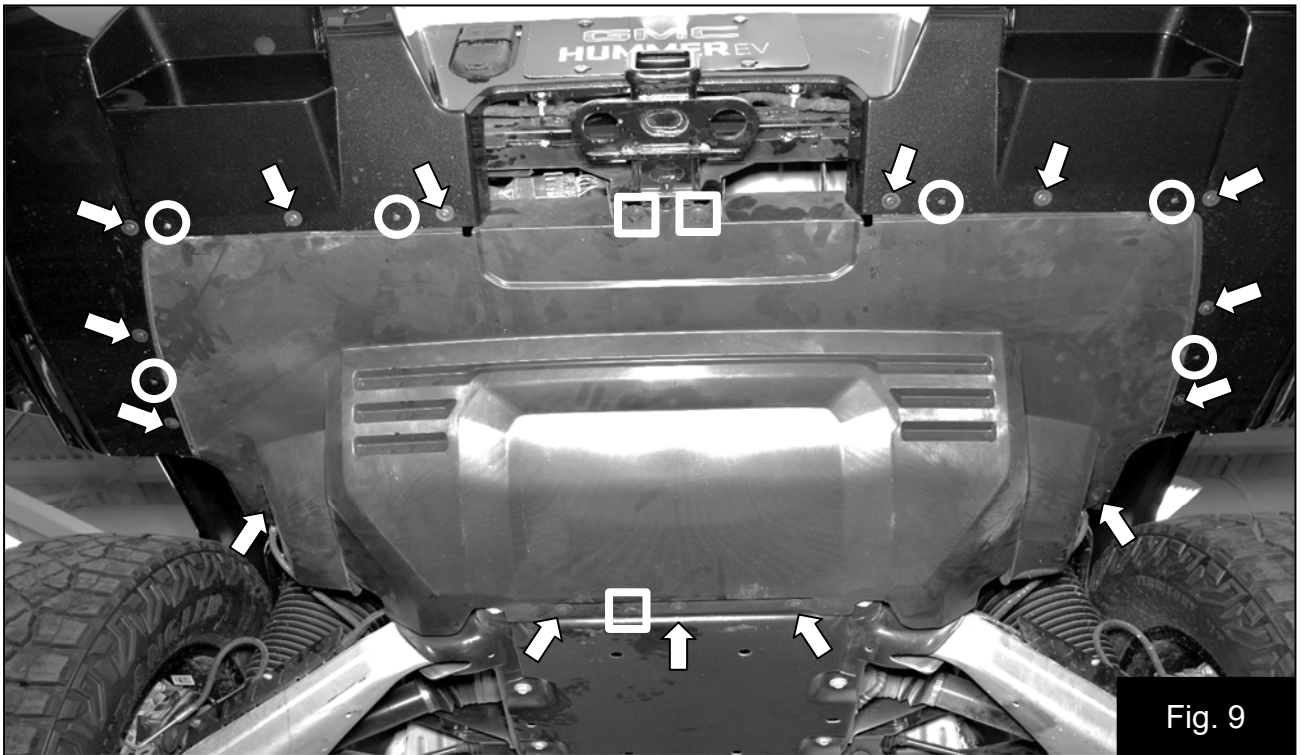

Fig. 9
11. Retire la cubierta trasera de plástico debajo de la carcasa; quite primero los 21 sujetadores indicados por las flechas. A continuación, retire los 6 sujetadores ocultos indicados en los círculos. Puede acceder a estos sujetadores a través de los orificios en el panel que los rodea. Finalmente, retire los tres retenedores de plásticos y retire la cubierta debajo de la carcasa. Fig. 9